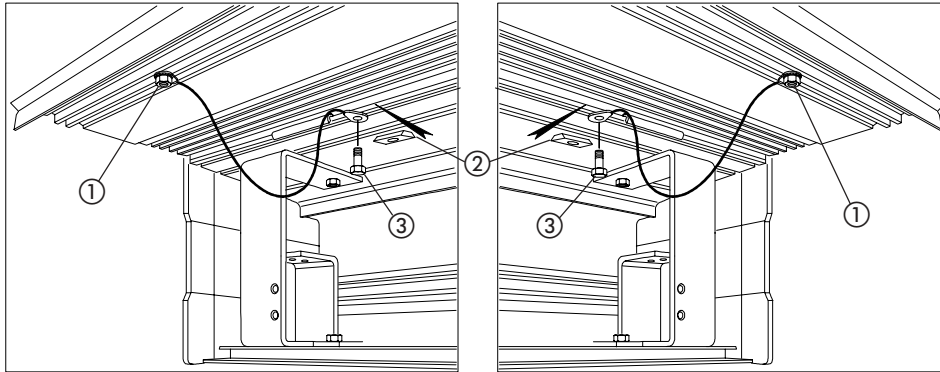

Abb. 80
Eine Öse der Auffangkabel an der zuvor vorbereiteten Zugschrauben M5 (Abb. 76 Bez. A und D) auf der Verschlussabdeckung befestigen. Die Ösen mit der im Lieferumfang enthaltenen Mutter festspannen (Abb. 80 Bez. ①).
Zwei Plättchen in die Aufnahme des Stützprofils einsetzen (Abb. 80 Bez. ②) und die zweite Öse mit der im Lieferumfang enthaltenen Schraube festspannen (Abb. 80 Bez. ③).